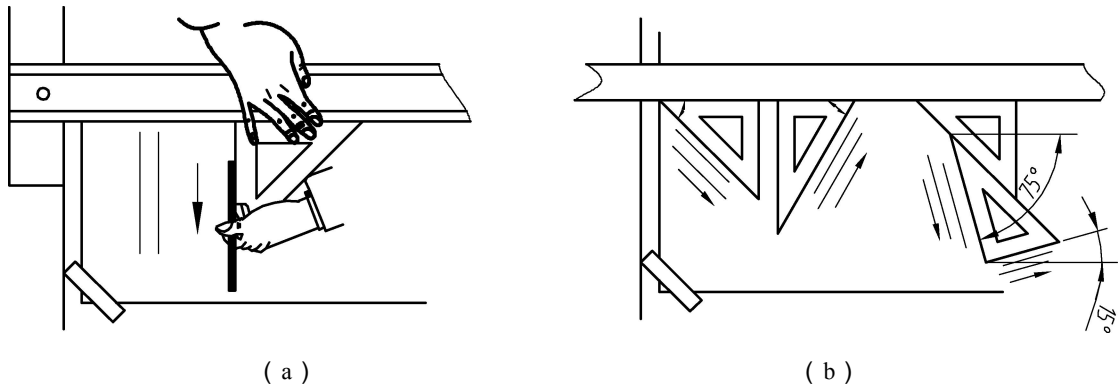

图 1-12 三角板的使用
(1) 一副三角板包括 30°一块、45°一块。
(2) 使用。如图 1-12 所示。
① 绘制图线时，三角板的一直角边紧靠丁字尺尺身的工作边，另一直角边置于左侧，左右移动三角板至绘线位置，左手按住丁字尺和三角板，右手握笔，自下而上绘制垂直线，自左至右画角度斜线。
② 可绘制任意直线的平行线和垂直线。
③ 与丁字尺配合使用，可绘制垂直线和 30°、45°、60°、及 15°倍数角的各种角度斜线。
(3) 使用注意事项：
- ① 绘图前应用软布将三角板和丁字尺擦干净，以免弄脏图纸；
- ② 三角板须放平保存，不得用三角板裁纸和敲打，以免损坏变形。